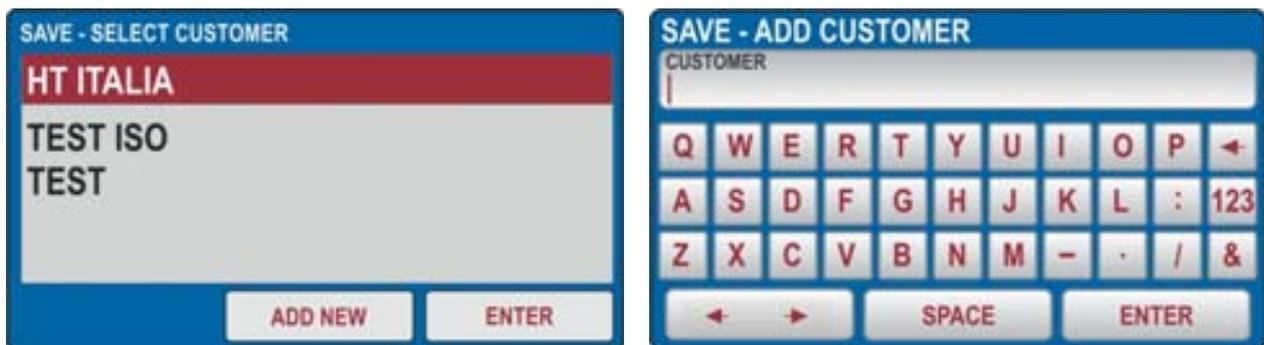

Abb. 78 : Autotest-Menü speichern – Name von LEVEL1 ändern
3. In dieser Phase ist es möglich, nur den Wert zu ändern, der **LEVEL1** zugeordnet ist (die Werte, die LEVEL2, LEVEL3 und COMMENT zugeordnet sind, können nicht geändert werden). Berühren Sie das Level1-Feld. Der Bildschirm von Abb. 78 - linke Seite wird auf dem Display angezeigt: